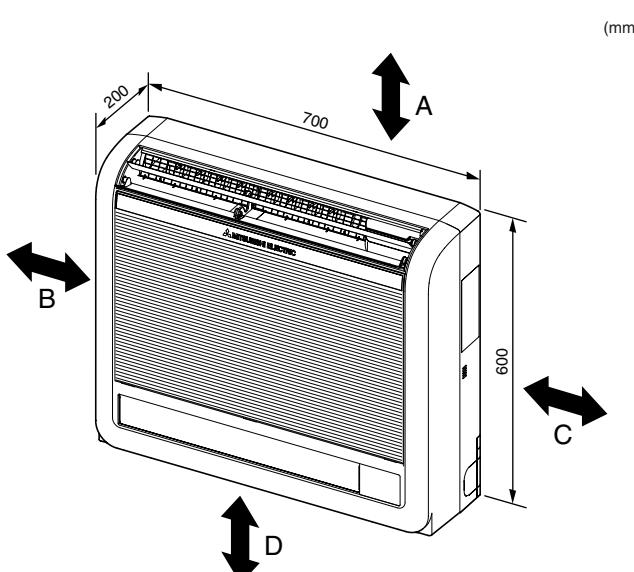

Fig. 2-1
①	Drenaj hortumu	1
②	Boru kaplayıcı	1
③	Bant	2
④	İç ünite montaj braketi	1
⑤	④ 4 x 25 mm'lik tespit vidası	5
⑥	İç ünitenin sabitlenmesi için ağaç vidası	4
⑦	⑥'un rondelasi	4
⑧	Keçe bant (sola veya sol arkaya boru döşemek için)	1
⑨	MA uzaktan kumanda ünitesi kablosu	1
2.1. Dış Ölçüler (İç ünitesi) (Fig. 2-1)